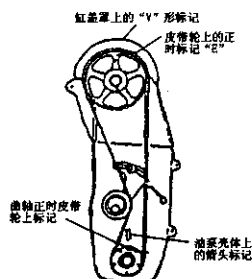

图 2-17 对准正时标记
- ①拆下蓄电池负极电线。
- ②放出发动机冷却液，拆下水管和制动助力器软管。
- ③取下发电机和空调压缩机皮带及水泵皮带轮。
- ④拆下曲轴皮带轮和正时皮带罩壳。
⑤为了便于安装正时皮带，应转动曲轴，对准正时标记如图 2-17 所示，使凸轮轴皮带轮上的正时标记“E”与缸盖罩上的“V”形标记对准；曲轴正时皮带轮上标记与油泵壳体上的箭头标记对准。